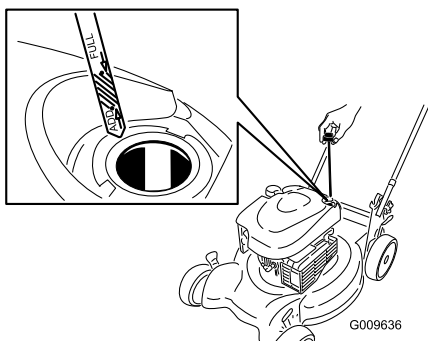

Figura 4
1. Retire la varilla (Figura 4).
- Vierta **lentamente** aceite en el tubo de llenado hasta que el nivel llegue a la marca "**Full**" (lleno) de la varilla (Figura 4). **No llene demasiado.** (Capacidad máxima: 0,59 l (20 onzas), tipo: SAE 30, aceite detergente con clasificación de servicio API SF, SG, SH, SJ, SL o superior.)